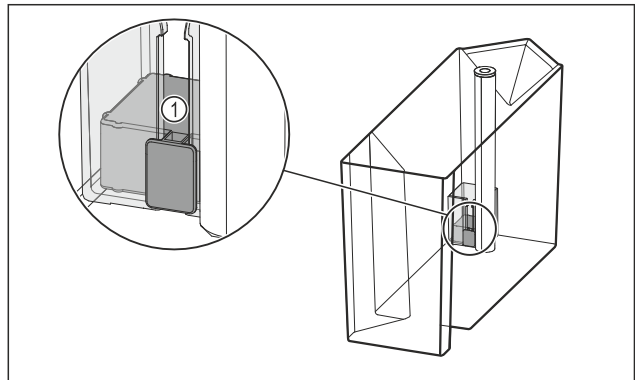

Fig. 100
- ▶ Перевірити, чи не заклинило поплавець Fig. 100 (1). Якщо поплавець заклинило: